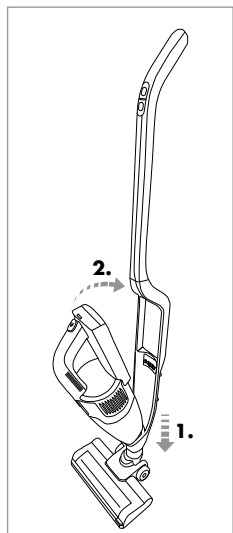

Fig. 3
- 1) Para montar la pieza manual ③ en la columna ⑫, inserte la punta de la pieza manual ③ en el alojamiento para la pieza manual ⑭ (fig. 3).
- 2) Tras esto, presione el mango ② de la pieza manual ③ contra el alojamiento para la pieza manual ⑭ de forma que la pieza manual ③ quede encastrada y fija (fig. 3).